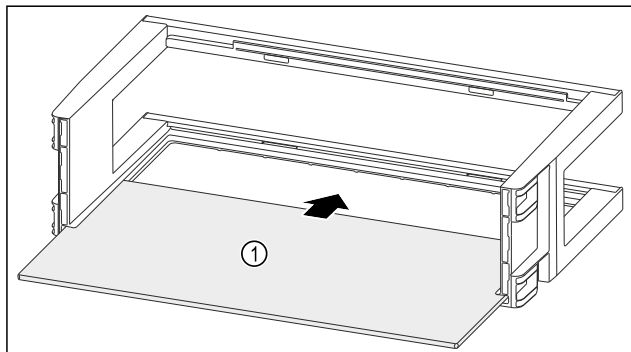

Fig. 118
- ▶ Odlagalno polico Fig. 118 (1) vstavite v stranske ure.